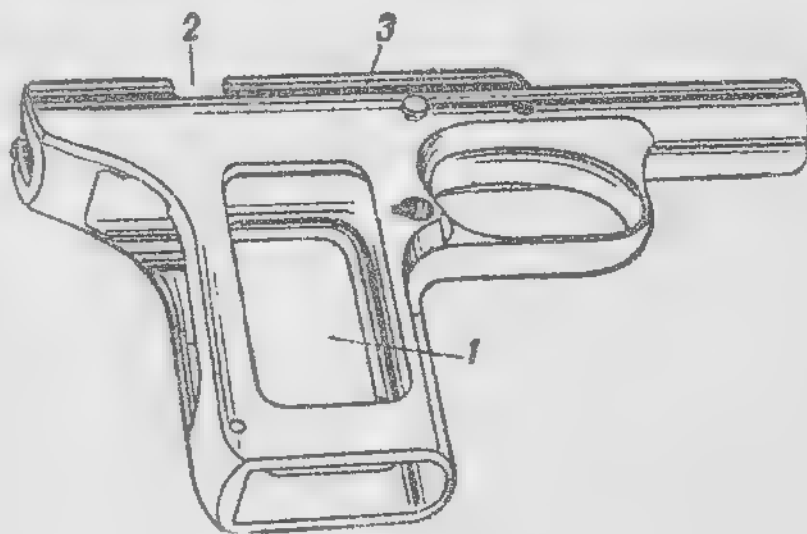

Рис. 55. Рамка:
**96. Рамка** (рис. 55) составляет одно целое с рукояткой пистолета и спусковой скобой. Она служит для соединения частей пистолета. Рамка имеет: на передней части — **жолоб**, в котором помещается возвратная пружина и движается нижняя трубка кожуха затвора, **пазы** для